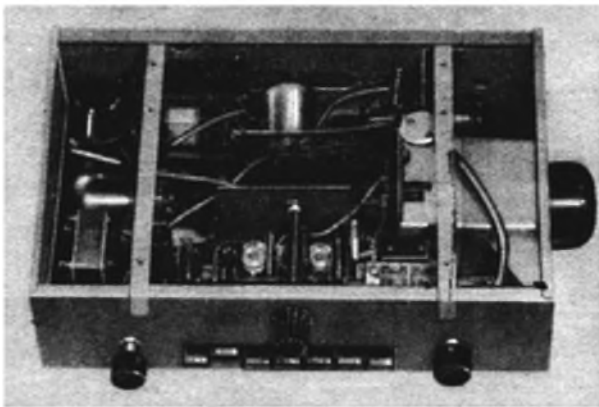

Bild 3. Blick in die Verdrahtung (Ansicht von unten).
2. die Gleichspannung  $U_1$  am Ladekondensator  $C_1$  mit der zugehörigen Belastung (Gleichstrom), die Größe des Ladekondensators  $C_1$  und der Typ der zu verwendenden Gleichrichterröhre (Bild 3),
Bild 3. Schaltbeispiel eines Netztransformators mit Netzteil für die Anodenspannung (Gleichstromwerte) mit den zur Berechnung des Transformators notwendigen Werten.